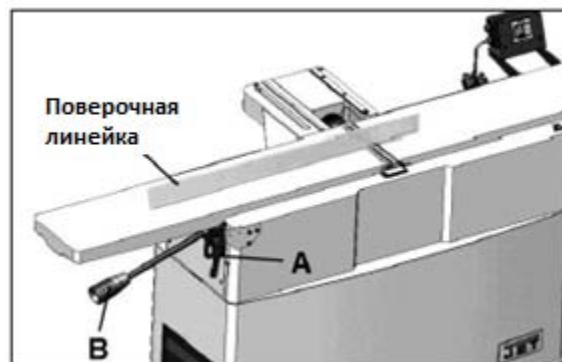

Рис. 16
4. Ослабьте ручку фиксации стола разгрузки (А, Рис. 16). С помощью подъемной рукоятки (В, Рис. 16) поднимите стол разгрузки выше строгального вала.
2. С помощью рычага (В, Рис. 16) поднимите стол разгрузки, ослабив ручку фиксации (А, Рис. 16).
3. Положите на стол разгрузки поверочную линейку так, чтобы она располагалась над центральной частью строгального вала, как показано на Рис. 16 и 17.
6. Зафиксируйте стол разгрузки на выставленной высоте, затянув ручку (А, Рис. 16).